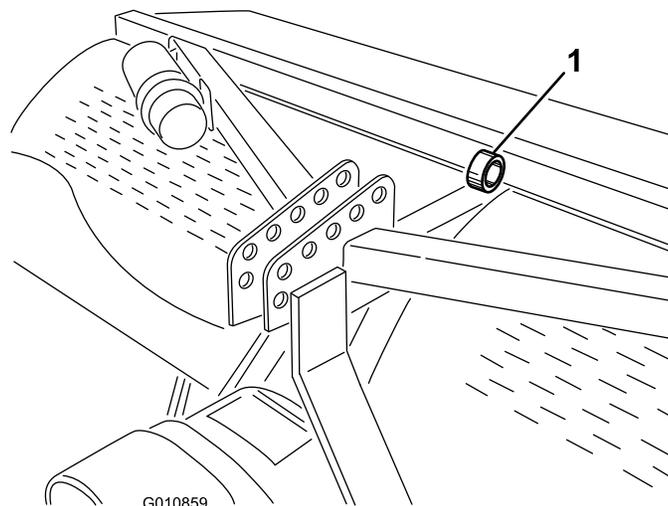

図 29
**注** エアレータはホイストで吊り上げることができます。その場合、コアリング・ヘッドのアイを吊り上げポイントとして利用します（図 29）。十分な吊り上げ能力のあるホイストを使ってください。各エアレータの重量については「仕様」のページの表をご覧ください。